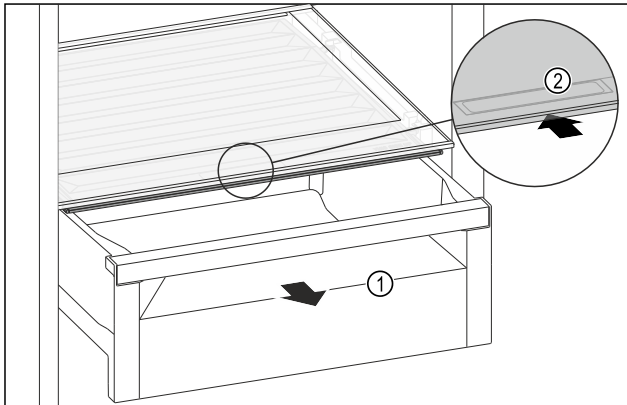

Fig. 147
- ▶ Estrarre il cassetto Fig. 147 (1).
- ▶ Afferrare la maniglia incassata Fig. 147 (2) sul coperchio dello scomparto e spingere allo stesso tempo all'indietro il coperchio dello scomparto.